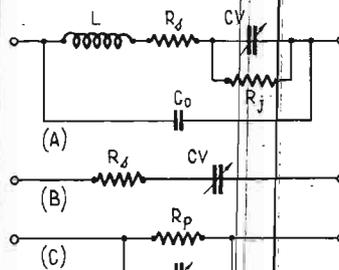

FIG. 2
La figure 2 montre en (A), le circuit complet équivalent à une diode à capacité variable polarisée à l'inverse. On y trouve deux branches en parallèle, l'une composée d'une capacité C₀ et l'autre constituée par une self-induction L en série avec une résistance R_s et avec la capacité CV shuntée par R_j.